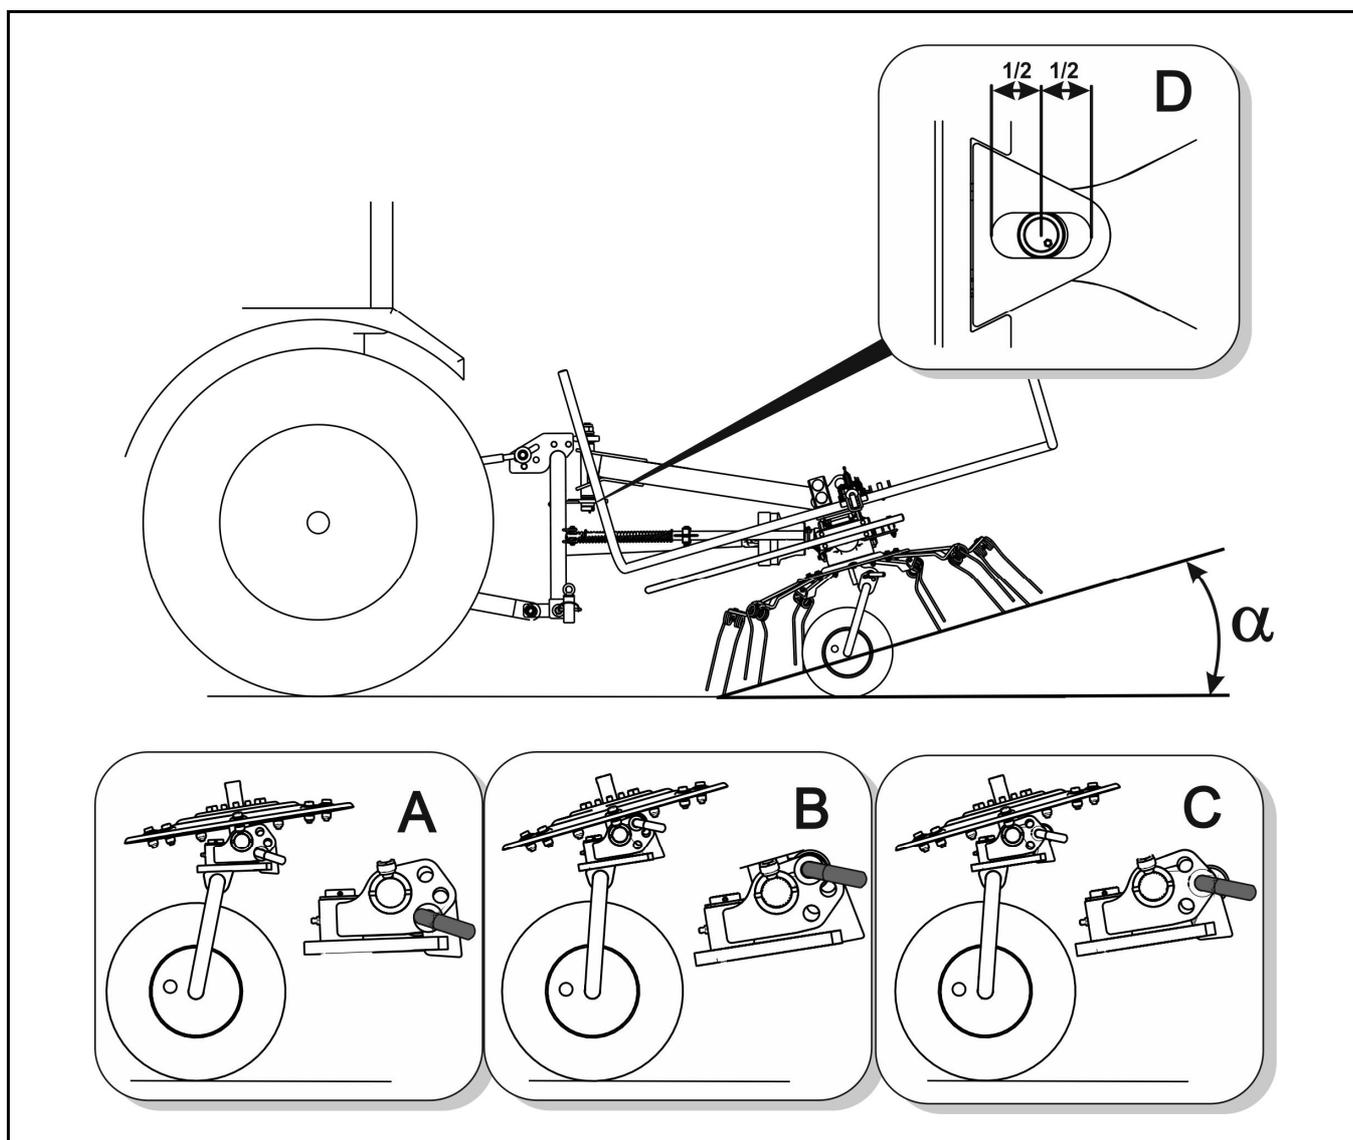

РИСУНОК 4.5А Работа борошилкой-вспушивателем – угол наклона карусели (угол разброса)
- установить высоту нижней вилки тяги трехточечной системы навески (ТУЗ) трактора и отрегулировать длину верхней сцепки таким образом, чтобы карусели наклонились вперед, пружинные зубья слегка касались почвы, а втулка шарнира оказалась посередине продолговатого отверстия D (РИСУНОК 4.5А),
По окончании регулировки задней трехточечной навески (ТУЗ) трактора нужно отрегулировать угол разброса скошенной массы (РИСУНОК 4.5А). Для этого необходимо: